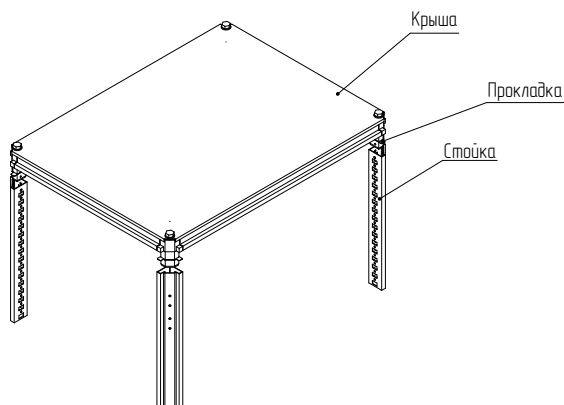

Рисунок 8
4.1.10 На крестовины крыши надеть четыре прокладки и вставить угловые элементы крыши в стойки (рисунок 8).